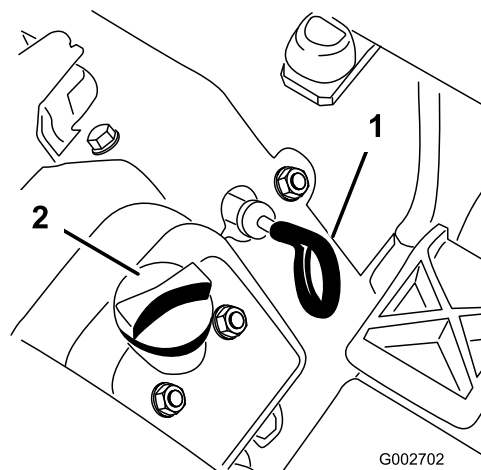

Figura 14
3. Puxe a vareta (Figura 14) e limpe-a com um pano limpo.